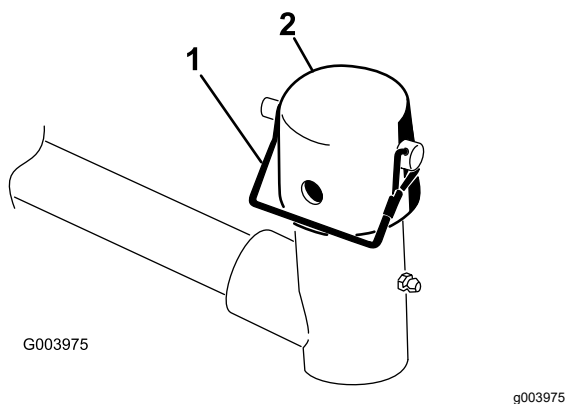

Figura 9
9. Togliete il perno di ritenuta e il cappuccio dalla forcella di articolazione del braccio di sollevamento (Figura 9).
Nota: Per avere un elemento di taglio sterzante usate la fessura, oppure usate il foro se l'elemento di taglio deve essere bloccato (Figura 9).